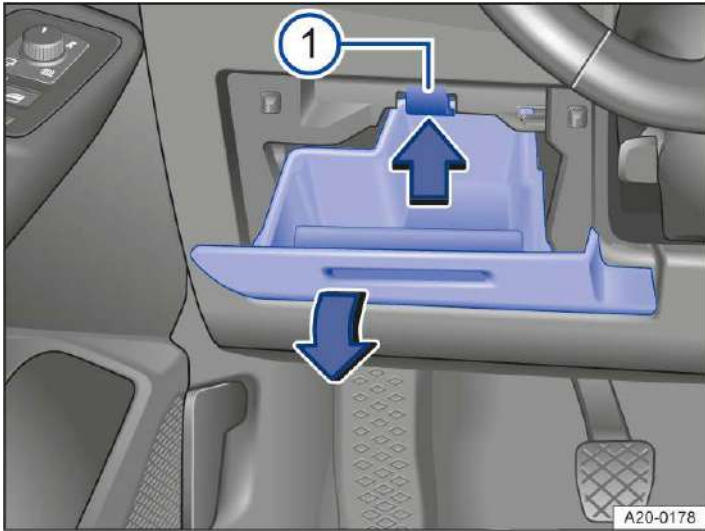

Abb. 1 Links neben dem Lenkrad:
1. Ablagefach öffnen und ggf. leeren → *Abb. 1*.
2. Rastnase in Pfeilrichtung nach oben drücken und gleichzeitig Ablagefach weiter öffnen und in Pfeilrichtung entnehmen, bis der Sicherungsträger zugänglich ist → *Abb. 1* ①.